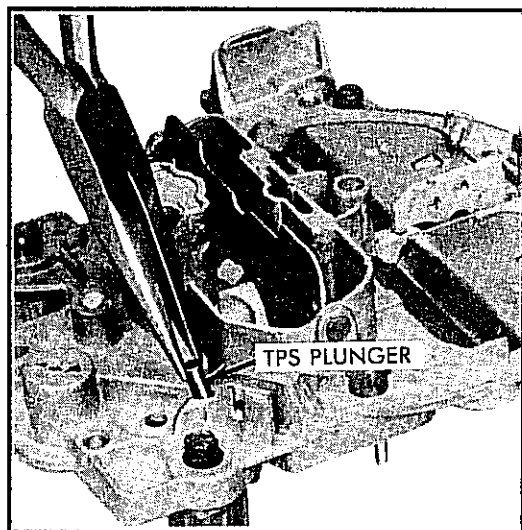

Abb. 2-86 Entfernen des Stößels am Drosselklappenpositionsgeber
2. Den Stößel des Drosselklappenpositionsgebers durch Drücken durch die Dichtung im Vergaserdeckel entfernen. Siehe Abb. 2-86. Den Stößel nur mit der bloßen Hand oben Verwendung von Werkzeug entfernen.